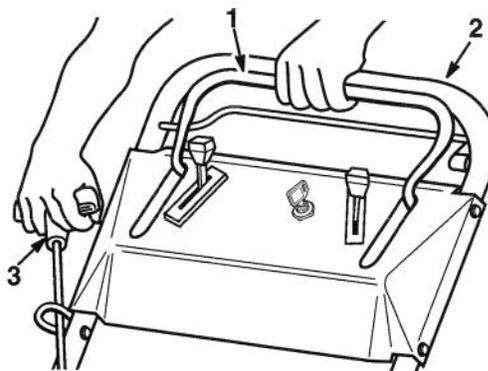

Figure 37
9. Maintenir la barre de commande de lame serrée contre le guidon et tirer plusieurs fois le cordon du démarreur pour expulser les résidus de carbone (Fig. 37).